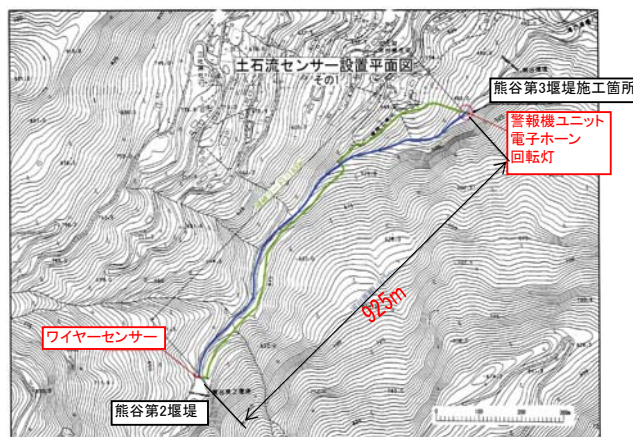

図1
1. 当工事現場より約900m上流にある熊谷第2堰堤の水通しに**土石流センサー**を設置し、現場内には警報ユニット(赤色回転灯、電子ホーン)を設置した。定期的なテストも行っている。(図1) (写真1) (写真2) (写真3)